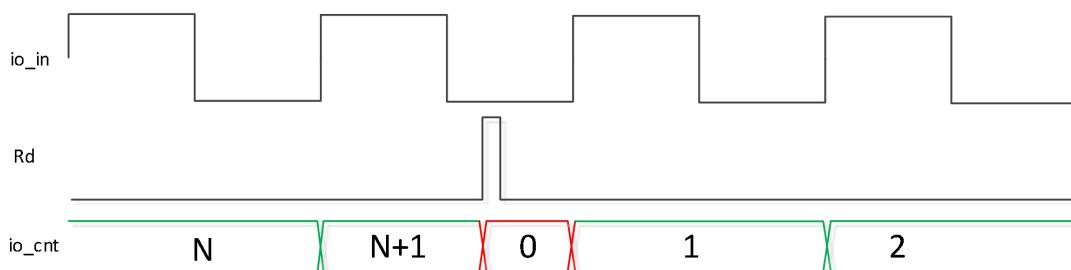
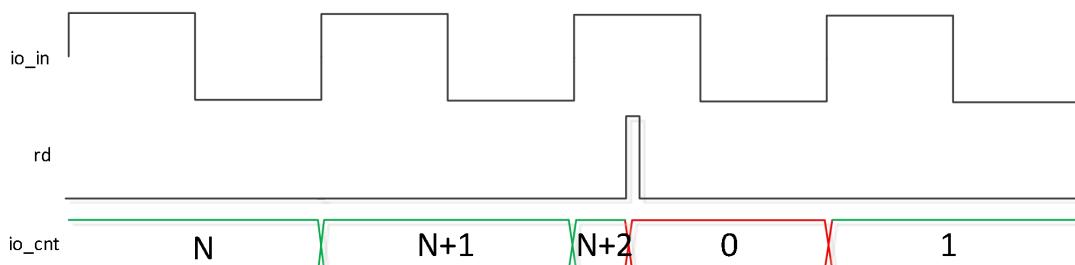

图 9 清零操作在 `io` 边沿前 (上升沿计数)
图 10 清零操作在 io 边沿后 (上升沿计数)
- 当读操作在输入信号边沿变化前或变化后到来, 当次边沿累计到下一次 `io_cnt`, 如图 9, 图 10 所示。